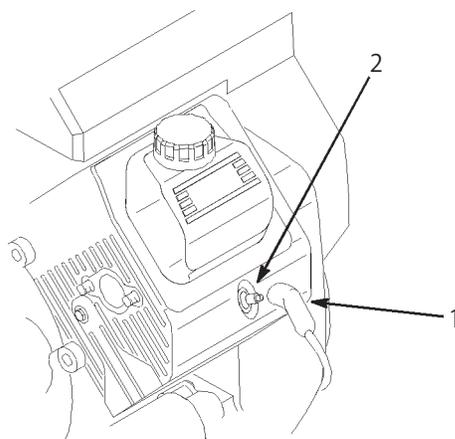

図55
- 点火コード（図55）を抜き取る。
- 点火コード（図55）を取り付ける。